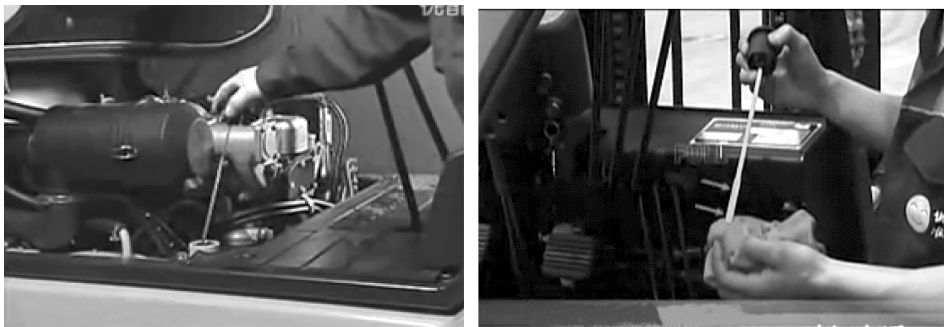

图 3-46 液压油检查
2) 经常检查液压油储液罐中的液位, 液面应在油标尺上限位置附近, 液压油不足时应及时注油, 并且应尽量避免两种不同牌号液压油混用。如图 3-46 所示。